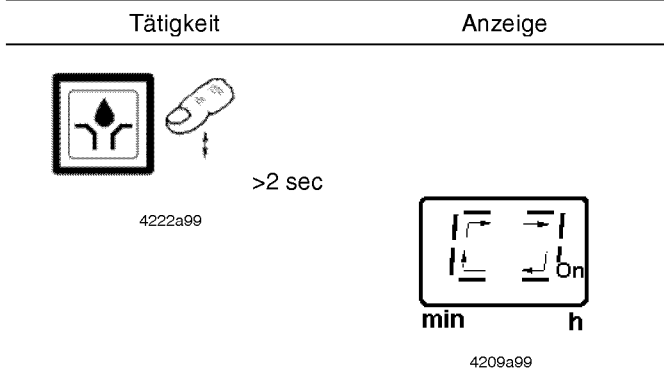

Abb. 13-2 Zusatzschmierung auslösen
- Taster (Abb. 13-2) zum Auslösen einer Zusatzschmierung länger als zwei Sekunden betätigen.